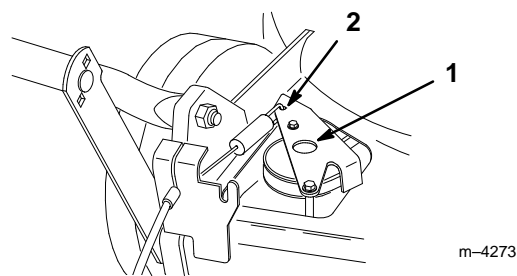

Figure 16
3. Pousser le support de traction vers le bas jusqu'à ce qu'il touche la tondeuse, et le maintenir dans cette position (Fig. 16).